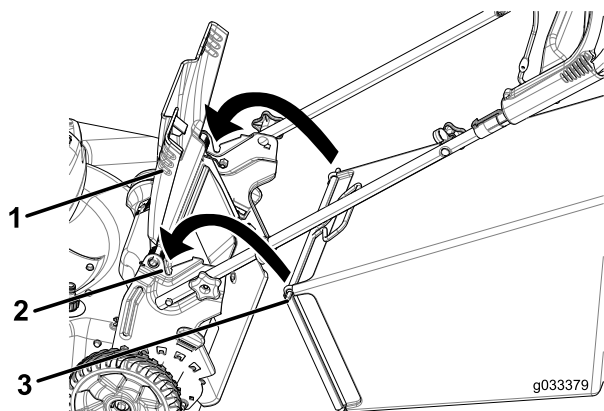

Figura 21
1. Levante y sujete el deflector trasero (Figura 21).
2. Instale la bolsa de recortes, asegurándose de que los pasadores de la bolsa descansan en las muescas de los soportes del manillar (Figura 21).